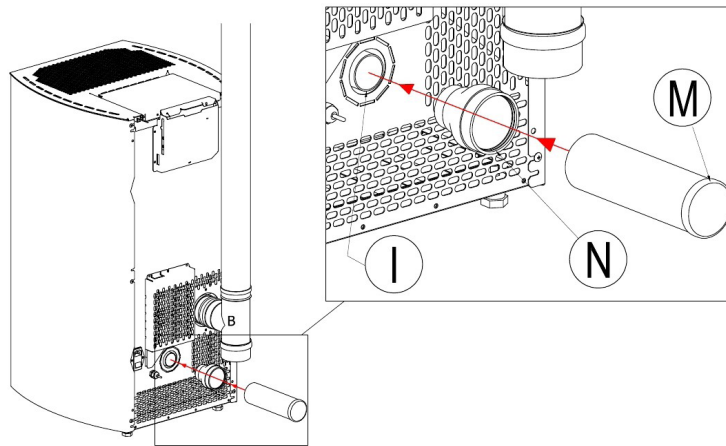

Fig. 8 - Verbindingen
- Sluit N met Q aan met behulp van een flexibele of stijve buis met een diameter van 60 mm en met een maximale lengte van 2 meter (zie **Fig. 8 op pag. 12**).